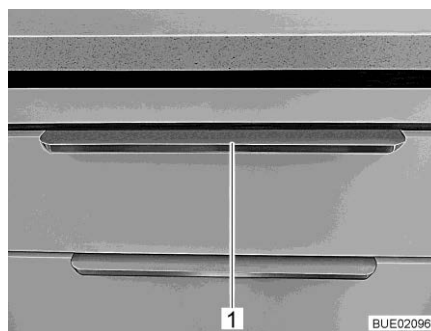
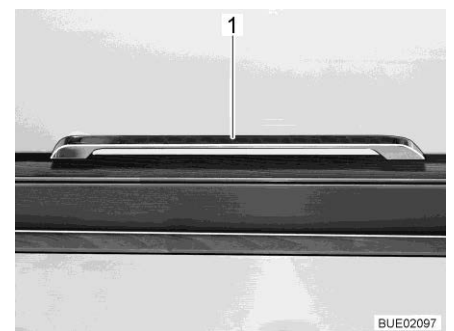

Bild 74 Låshandtag
Bild 75 Låshandtag (alternativ)
- Tryck låshandtaget (Bild 74,1 resp. Bild 75,1) uppåt, åt sidan eller nedåt, beroende på monteringsläge, och håll det nedtryckt.